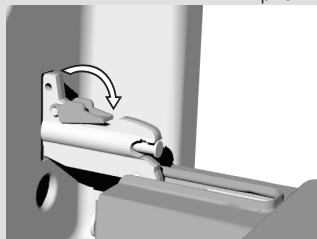

рис. 2
- На дверце с закрыванием **GentleClose** откиньте фиксаторы под углом 90° (рис. 2).